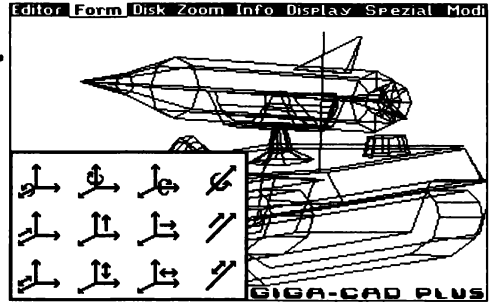

Bild 2.2: Nur ein möglichst geringer Ausschnitt wird vom Eingabefenster für Transformationen bedeckt
2.3 und 2.4), vorzugsweise in einen interessanten Blickwinkel für den Betrachter. Markanter Unterschied zu der Funktion Form in der Eingabeeinheit ist, daß das Grafikfenster mit den Symbolen erst nach Aufruf dieses Menüpunkts in die Grafik eingeblendet wird (Bild 2.2).